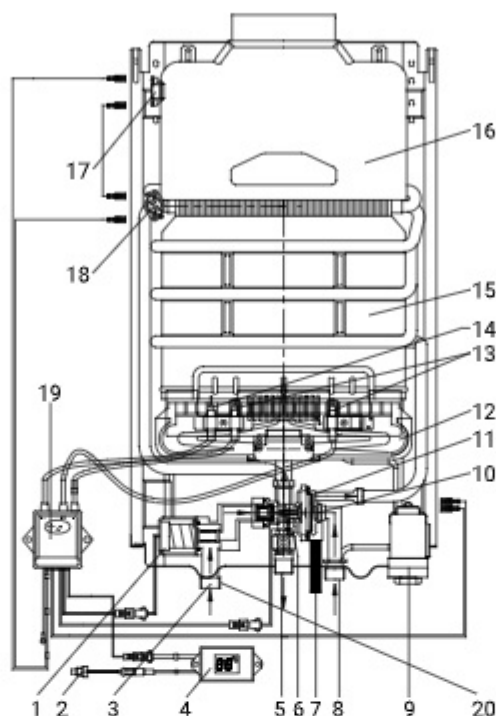

Рис. 5
- открытые сливную заглушку (7 на схеме устройства, рис. 5), для того, чтобы из водо-